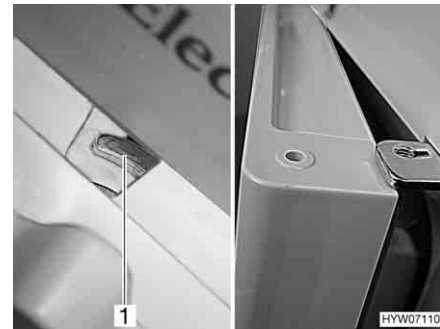

Bild 141 Kylskåpsdörr i ventilationsläge (Dometic 7-serie)
- Fäll låsanordningen helt åt höger. Kylskåpsdörrens läge låses av dörrspärren (Bild 141,1). Därvid stannar kylskåpsdörren i öppet läge (Bild 141).